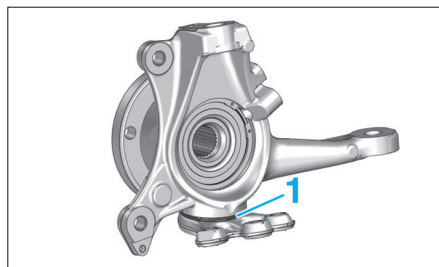

Fig. 23
- Dégrafer le joint (1) à l'aide d'un tournevis fin (Fig.23).